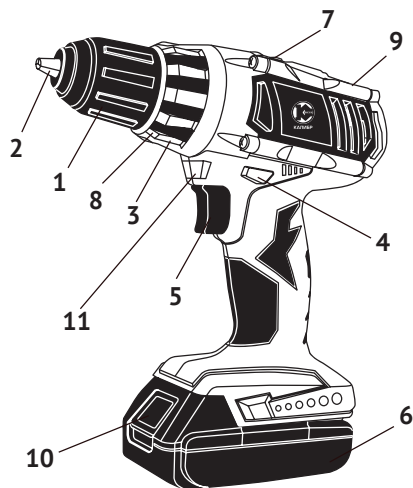

рис.1
1.3 Механизм дрели расположен в обрезиненном пластиковом корпусе (рис.1 поз.9), состоящем из двух частей: правой и левой. Он состоит из электродвигателя постоянного тока и редуктора с планетарным 2-х скоростным механизмом. В нижней части корпуса, выполненного в форме рукоятки, находится выключатель и разъём для присоединения аккумуляторной батареи.
1.4 Клавиша выключателя (рис.1 поз.5) расположена в передней части рукоятки. При нажатии на клавишу включается двигатель дрели. Усилие, приложенное к клавише, изменяет скорость вращения двигателя. При запуске двигателя автоматически включается светодиодный фонарь (рис.1 поз.11), обеспечивающий локальную подсветку рабочей области.
Над клавишей выключателя находится переключатель реверса (рис.1 поз.4), пластинчатой конструкции. В нейтральном положении он выполняет функцию блокиратора клавиши от случайного включения. Стрелками на торцах пластины, указываются направление вращения патрона.
1.6 В передней части корпуса расположено кольцо регулировки (рис.1 поз.3). Это кольцо фиксирует одну из 16-ти позиций предельного момента затяжки, при работе дрелью, как шуруповёртом, или переключает редуктор в режим сверления – символ «сверло».
Внимание! Перед установкой/извлечением аккумуляторной батареи отключить инструмент, установив переключатель направления вращения (рис.1 поз.4) в среднее положение (блокировка клавиши выключателя).
- для извлечения батареи из дрели нажать кнопку фиксации (рис.1 поз.10) аккумуляторной батареи и извлечь её из рукоятки.
- установить переключатель направления вращения (рис.1 поз.4) в положение блокировки клавиши выключателя;